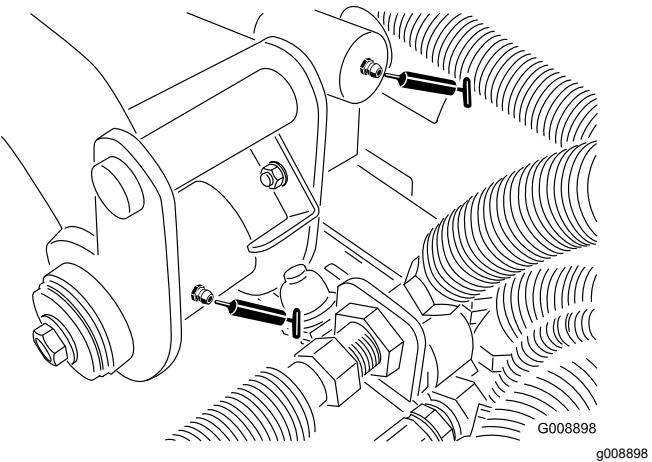

Figure 35
- Pivot de bras de levage arrière et vérin de levage (2) (Figure 35)